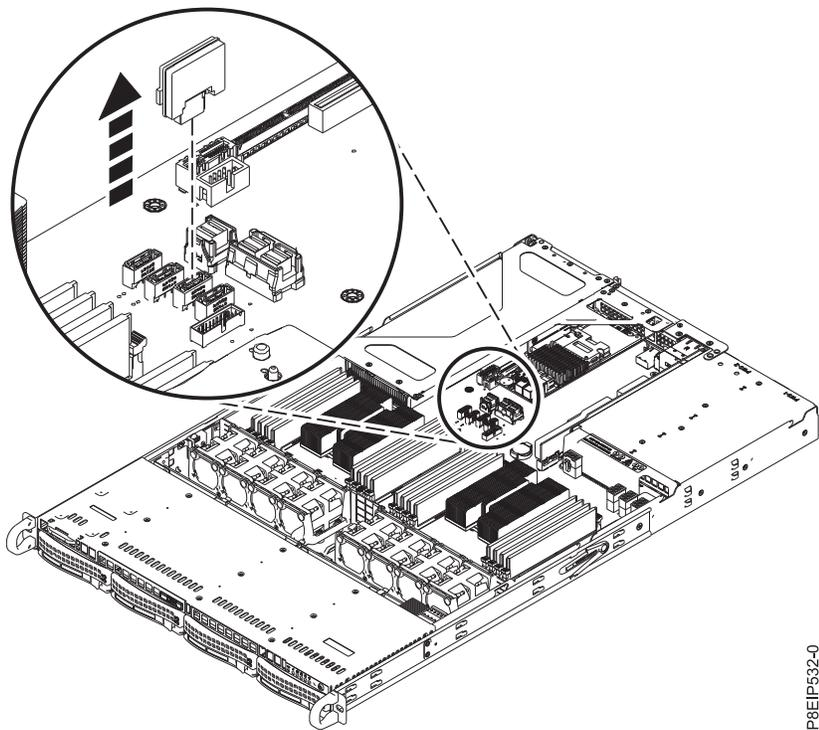

図 9. DOM の取り外し
2. システム・バックプレーン から DOM を取り外します (12 ページの図 9 を参照)。DOM モデルに応じて、DOM からシステム・バックプレーンへの電源ケーブルをすべて引き抜きます。